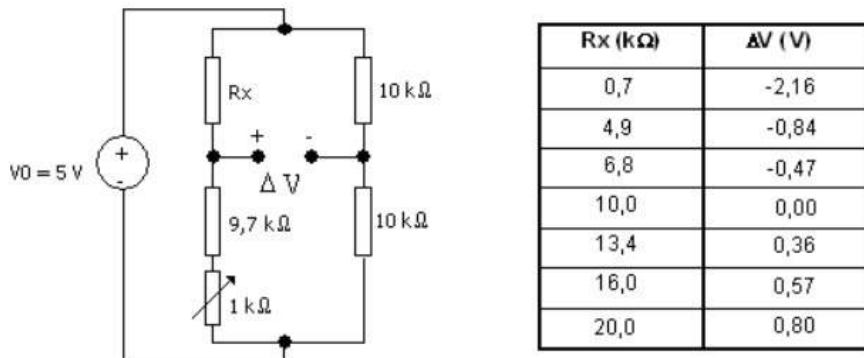
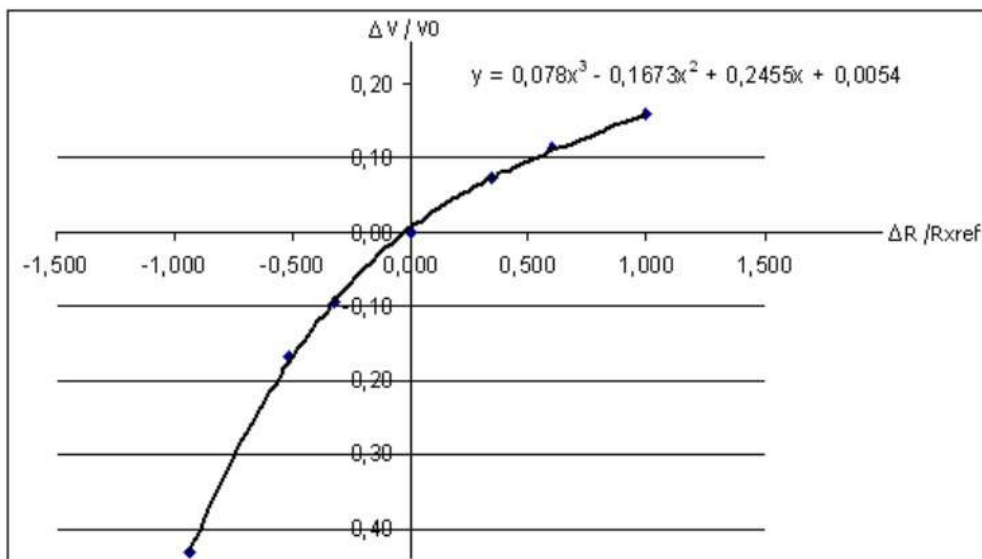

Figura 3
Figura 4
Considere a ponte de medição e a tabela de medições com ela efectuadas representadas na figura 3. A partir dos dados da tabela foi possível traçar a característica que se apresenta na figura 4.
- b) Tendo em conta os dados da figura 3, com que resolução é possível determinar a variação de resistência?